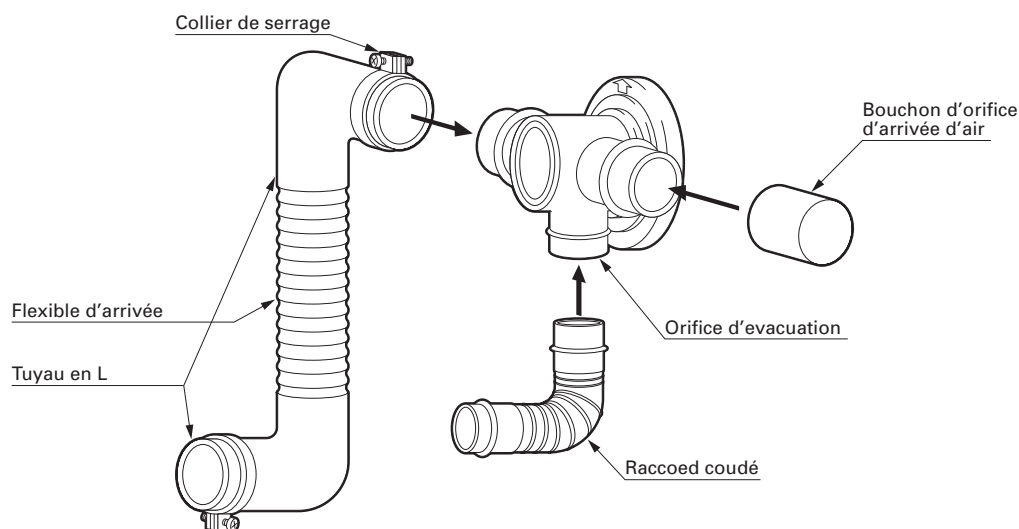

Fig. 10
6. Insérer le raccord coudé dans l'ouverture du conduit d'évacuation de la cheminée standard. Couper au besoin le flexible d'arrivée d'air pour obtenir la bonne longueur. Terminer chaque extrémité du flexible par un tuyau en L et connecter un de ces tuyaux en L à la bouche d'entrée de la cheminée standard. Fixer le tuyau en L à l'orifice d'arrivée d'air au moyen d'un collier de serrage. Boucher hermétiquement les orifices d'admission et d'évacuation non utilisés au moyen des bouchons fournis avec l'appareil. (Voir Fig. 10).